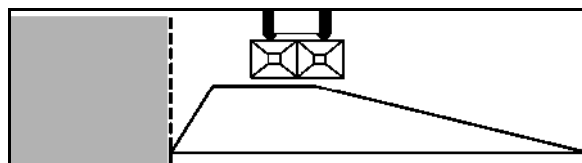

Fig. 60
1. Dispersión en límite según normativa de abonado (Fig. 60):